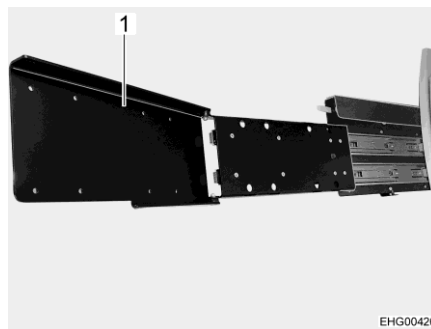

Bild 94 Utdrag (utdraget och nedfällt)
- För att vrida den platta bildskärmen till det bakre området: Fäll ner utdraget (Bild 94,1).